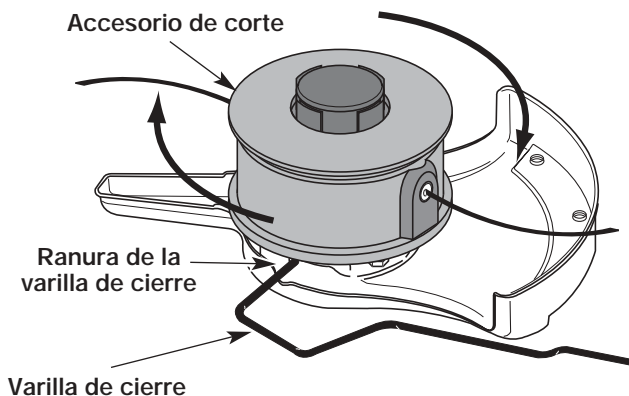

Figure 10
3. Mientras sostiene la varilla de cierre, saque el accesorio de corte girando en sentido horario hacia afuera del eje de salida (Fig. 10). Guarde el accesorio de corte para su uso futuro.